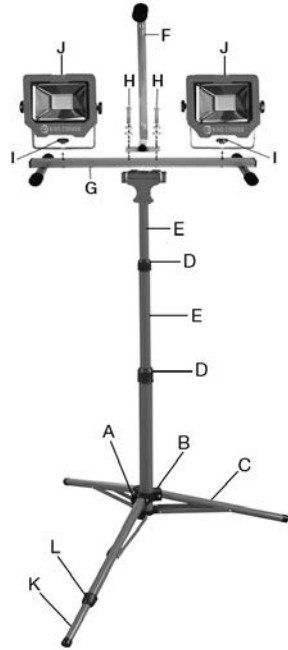

FIGURE 4
1. Desserrez le bouton de verrouillage (A) Fig.4 du trépied.
2. Appuyez sur le connecteur de la jambe (B) jusqu'à ce que les jambes (C) sont complètement étendues, puis serrez fermement le bouton de verrouillage (A).
3. Réglez la hauteur du trépied en desserrant les colliers de torsion (D) et d'élever les manches (E) du trépied. Serrez fermement les colliers de torsion lorsque le trépied est à la hauteur souhaitée.
4. Pour plus de stabilité, tirez sur la jambe (K) et serrez fermement le collier de torsion (L).
1. Placez la poignée de transport (F) Fig.4 verticalement sur la base (G).
2. Utilisez deux boulons à tête cylindrique (H), rondelles et rondelles à ressort pour fixer la poignée de transport sur la base comme le montre la Fig.4.
1. Placez la base (G) Fig.4 sur une surface plane.
2. Utilisez des boutons de verrouillage (I), rondelles et rondelles à ressort pour fixer les lampes de travail (J) sur la base comme le montre la Fig.4.